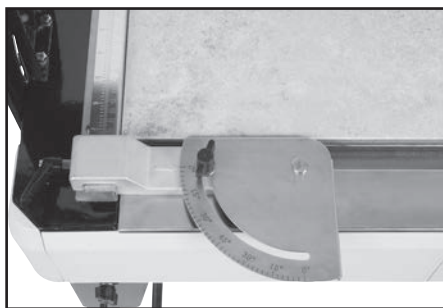

FIGURE 11
4. Ajustez les guides au besoin pour que le carreau repose contre le guide de mesure et l'outil d'équarrissage (Fig 11).